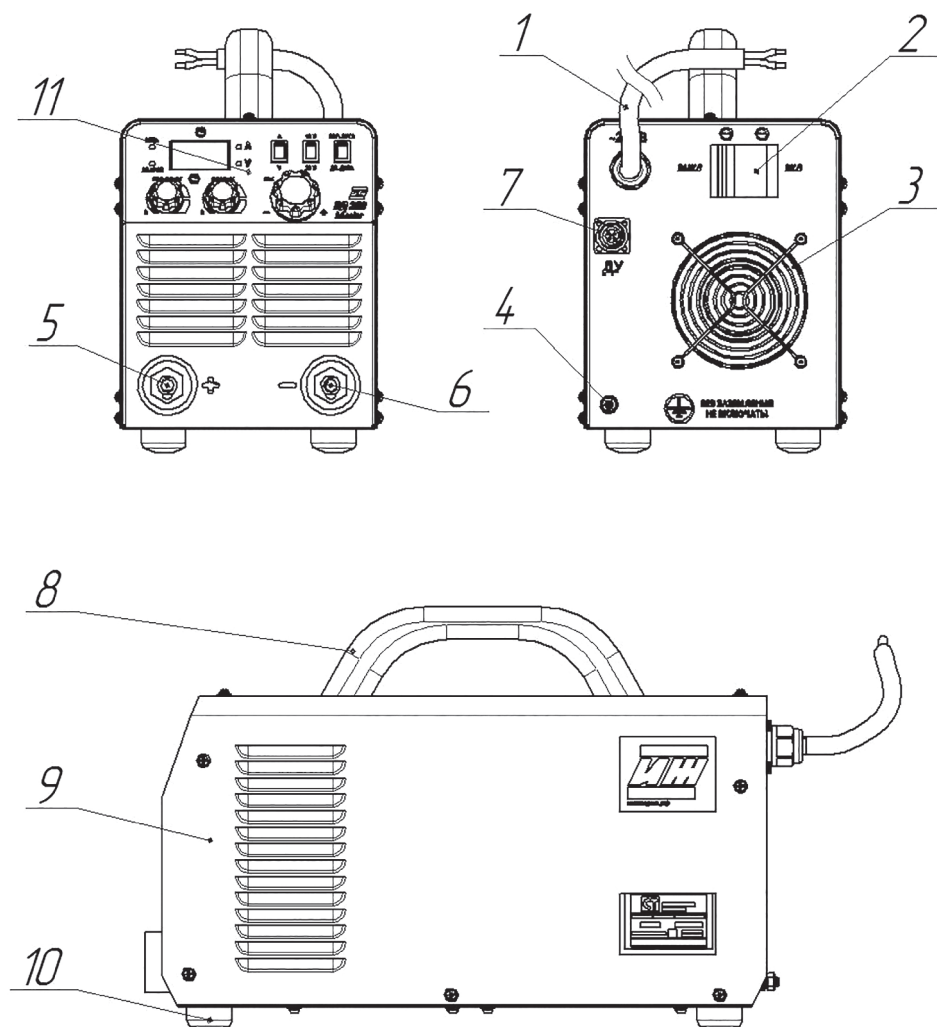
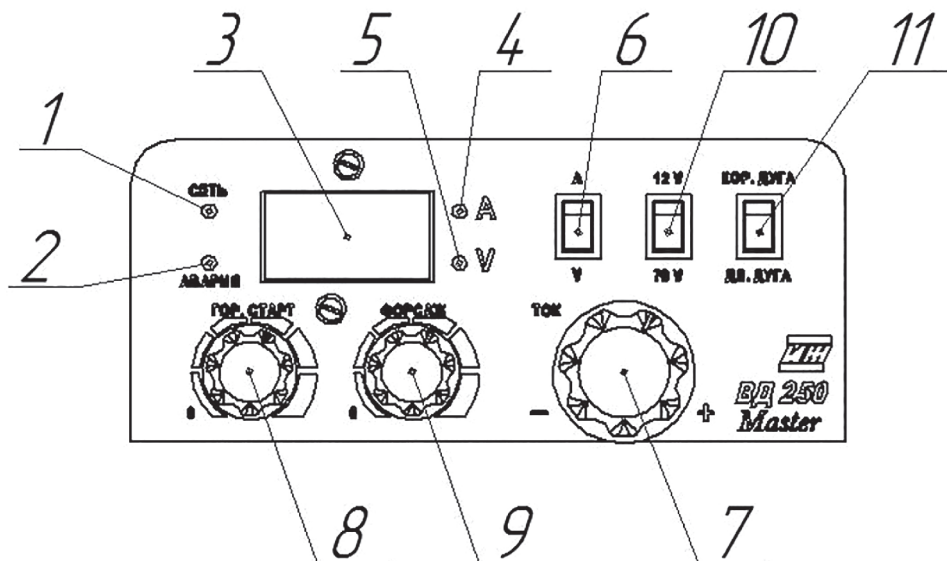

Рисунок 1 – Внешний вид и основные узлы:
Рисунок 2 – Панель управления:
На дисплее выпрямителя (рис.2, п.3) отображается информация об установленном сварочном токе, текущем сварочном токе (токе протекающем непосредственно во время сварки), текущем напряжении и функциях «горячий старт» и «форсаж дуги».
Для того чтобы настроить сварочный ток необходимо установить переключатель отображаемой величины (рис.2, п.6) в положение «А». Загорится индикатор «А» (рис.2, п.4) и на дисплее будет отображаться установленный сварочный ток в Амперах. Изменить установленный сварочный ток можно вращением ручки регулировки тока (рис.2, п.7).
Для того чтобы посмотреть текущее напряжение в сварочной цепи необходимо установить переключатель отображаемой величины (рис.2, п.6) в положение «V». Загорится индикатор «V» (рис.2, п.5) и на дисплее будет отображаться текущее напряжение в сварочной цепи в Вольтах.
Настройки функций «Горячий старт»(HOT-START) и «Форсаж дуги» (ARCFORCE) представлены в виде регулировочных резисторов (рис.2, п.8) и (рис.2, п.9) соответственно, имеющих шкалу на панели управления. Однако более точно их значение отображает дисплей. При вращении ручек регулировки этих функций он автоматически отображает значение изменяемой величины в процентах (от 0 до 100) и через 2 секунды возвращается к показаниям тока или напряжения (в зависимости от настроек пользователя).
Данная функция снижает напряжение холостого хода до уровня менее 12 Вольт для избежания поражения электрическим током во время проведения работ в опасных средах (высокая влажность, металлические ёмкости и т.п.). Активируется переключателем «БСН» (VRD) (рис.2, п.10) в положении «12V». В положении переключателя «70 V» величина холостого хода имеет стандартное значение.
Данная функция предназначена для уменьшения длины сварочной дуги до 2-3 диаметров электрода. Активируется переключателем «Короткая дуга» (рис.2, п.11) в положении «КОР.ДУГА». Рекомендуются для угловых швов или сварки «с отрывом», работы в неудобных положениях для стабильности дуги и т.д. В положении переключателя «ДЛ. ДУГА» дуга имеет длину 4-5 диаметров электрода.
5. Автоматический выключатель выпрямителя (рис.1, п.2) установить в положение «ВЫКЛ»
8. Установить автоматический выключатель выпрямителя (рис.1, п.2) в положение «ВКЛ», проконтролировать работу выпрямителя по светящемуся индикатору «СЕТЬ» (рис.2, п.1) и светящемуся дисплею (рис.2, п.3). Установить переключатель режима отображения величины (рис.2, п.6) в положение «А». Установить необходимое значение сварочного тока с помощью ручки регулировки тока (рис.2, п.7).